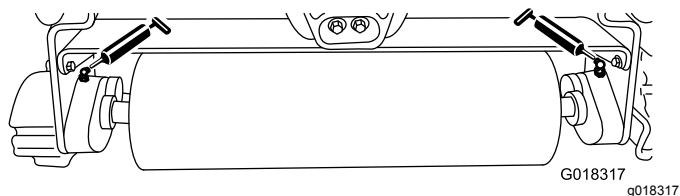

Figura 6
Lubrifique os dois bocais de lubrificação (Figura 6) em cada unidade de triplo-rolô após cada 15 horas de funcionamento utilizando um lubrificante multiusos à de lítio n.º 2. Utilize uma pistola de lubrificação de funcionamento manual para melhores resultados.
2. Aplique lubrificante nos rolamentos do veio do triplo-rolô até sentir pressão (Figura 6).